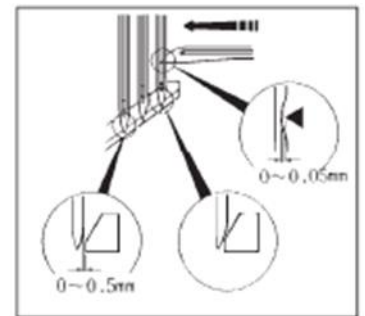
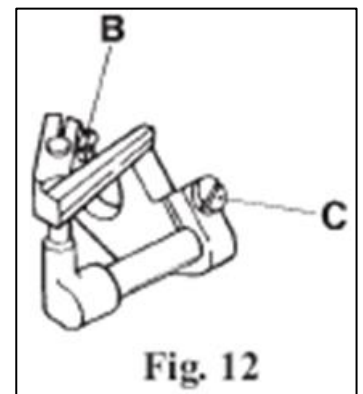

Fig. 11
Fig. 12
Ésta es la posición normal.* Ajuste la altura del Guarda Agujas Posterior aflojando el Tornillo (B) así que la línea (A) llegue al centro de cada ojo, cuando las agujas bajan al máximo, y cuando la punta del Engarzador pasa por detrás de cada Aguja, la Aguja de la derecha es empujada hacia adelante dejando un espacio libre de 0-0.05 mm para la Aguja de la izquierda. (Fig. 11) Aflojando el Tornillo (C), ajuste el espacio libre entre la Aguja de la derecha y el Engarzador a 0-0.05 mm cuando la punta del Engarzador llega al centro de la Aguja de la derecha. En este momento, también tiene que dejar un espacio libre de 0-0.05 mm entre la Aguja de la izquierda y el Guarda Agujas Posterior aflojando el Tornillo (B). (Fig. 12)